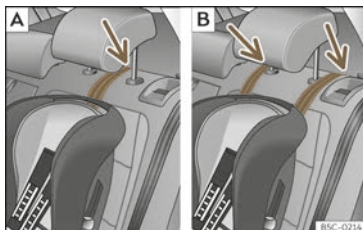

Abb. 45 Rücksitze: Einstellung und Einbau unter Verwendung des Top Tether-Gurts.
- **Rücksitze:** Führen Sie den Gurt unter der Kopfstütze durch (in Abhängigkeit der Gebrauchsanweisungen des Kindersitzes ggf. Kopfstütze anheben oder entfernen) >>> (Abb. 45).